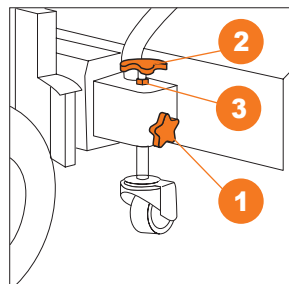

Рис. 13
- Ослабьте боковой барашковый винт ❶.
- Ослабьте контрящую гайку ❸.
- Поверните верхний регулировочный барашковый винт ❷ по часовой стрелке для перемещения вверх и против часовой стрелки для перемещения вниз.
- Выбрав необходимое положение, зафиксируйте положение контрящей гайкой ❹ и боковым барашковым винтом ❶ (Рис. 13).